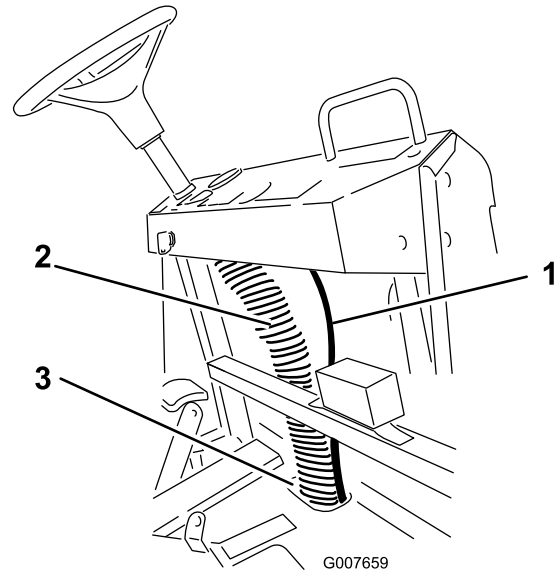

Figura 14
4. Direcione o tubo superior para o lado direito do tablier (Figura 14).
5. Prenda o tubo à coluna da cablagem existente (Figura 14).